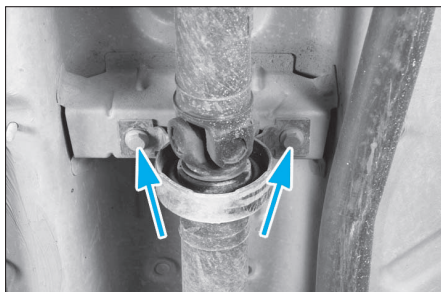

FIG. 35
- Déposer les vis de fixation (Fig.35), afin de libérer partiellement l'arbre longitudinal.